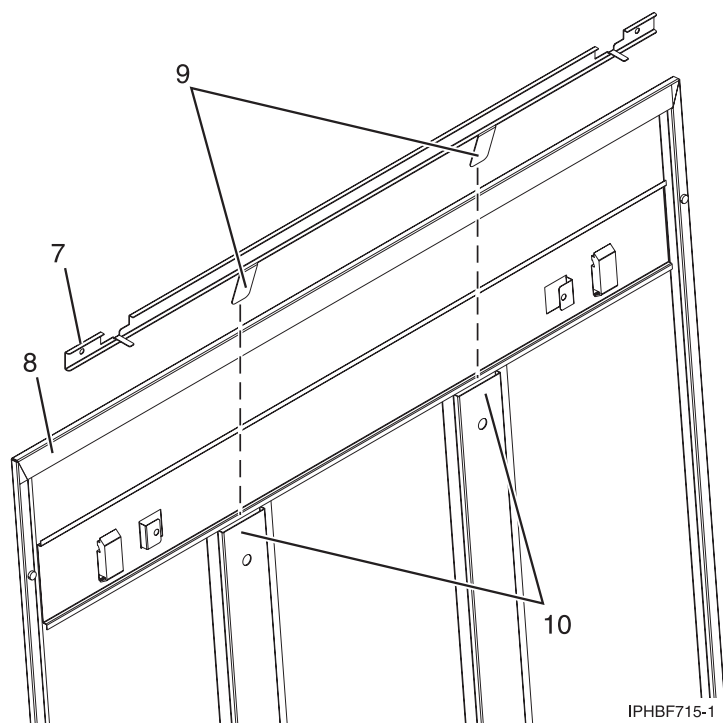

図 55. セキュリティー・スライド・バーの取り付け
- b. スライド・バー・レール (図 55 の (7)) の平らな面がカバー・パネル (8) の内側を向くようにします。スライド・バー・レール上の 2 つのタブ (9) を、サイド・カバー・パネル上の 2 つの垂直のサポート・チャンネル (10) に挿入します。